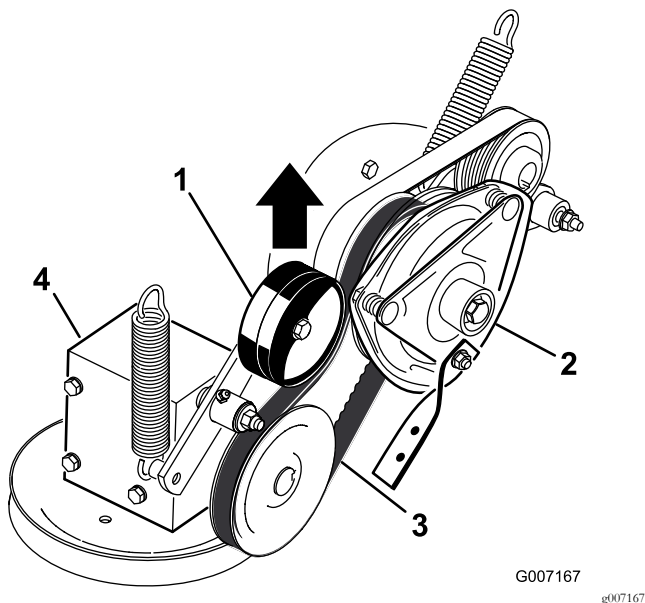

Figura 58
5. Tire hacia arriba de la polea tensora tensada con muelle de la correa de la toma de fuerza, y retire la correa de la polea del embrague (Figura 58).
17. Tire hacia arriba del brazo tensor tensado con muelle de la correa de la toma de fuerza, e instale esta en la polea del embrague (Figura 58).